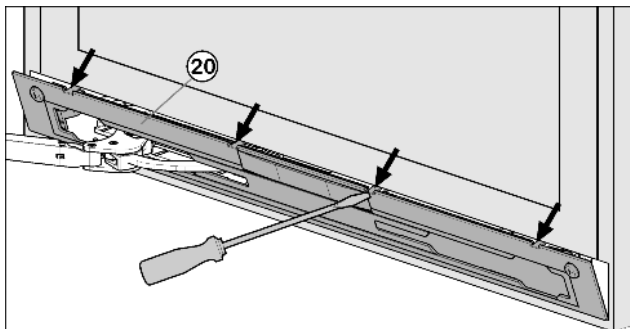

Fig. 9
- ▶ Выведите накладку *Fig. 9 (20)* из зацепления и снимите ее с помощью шлицевой отвертки.